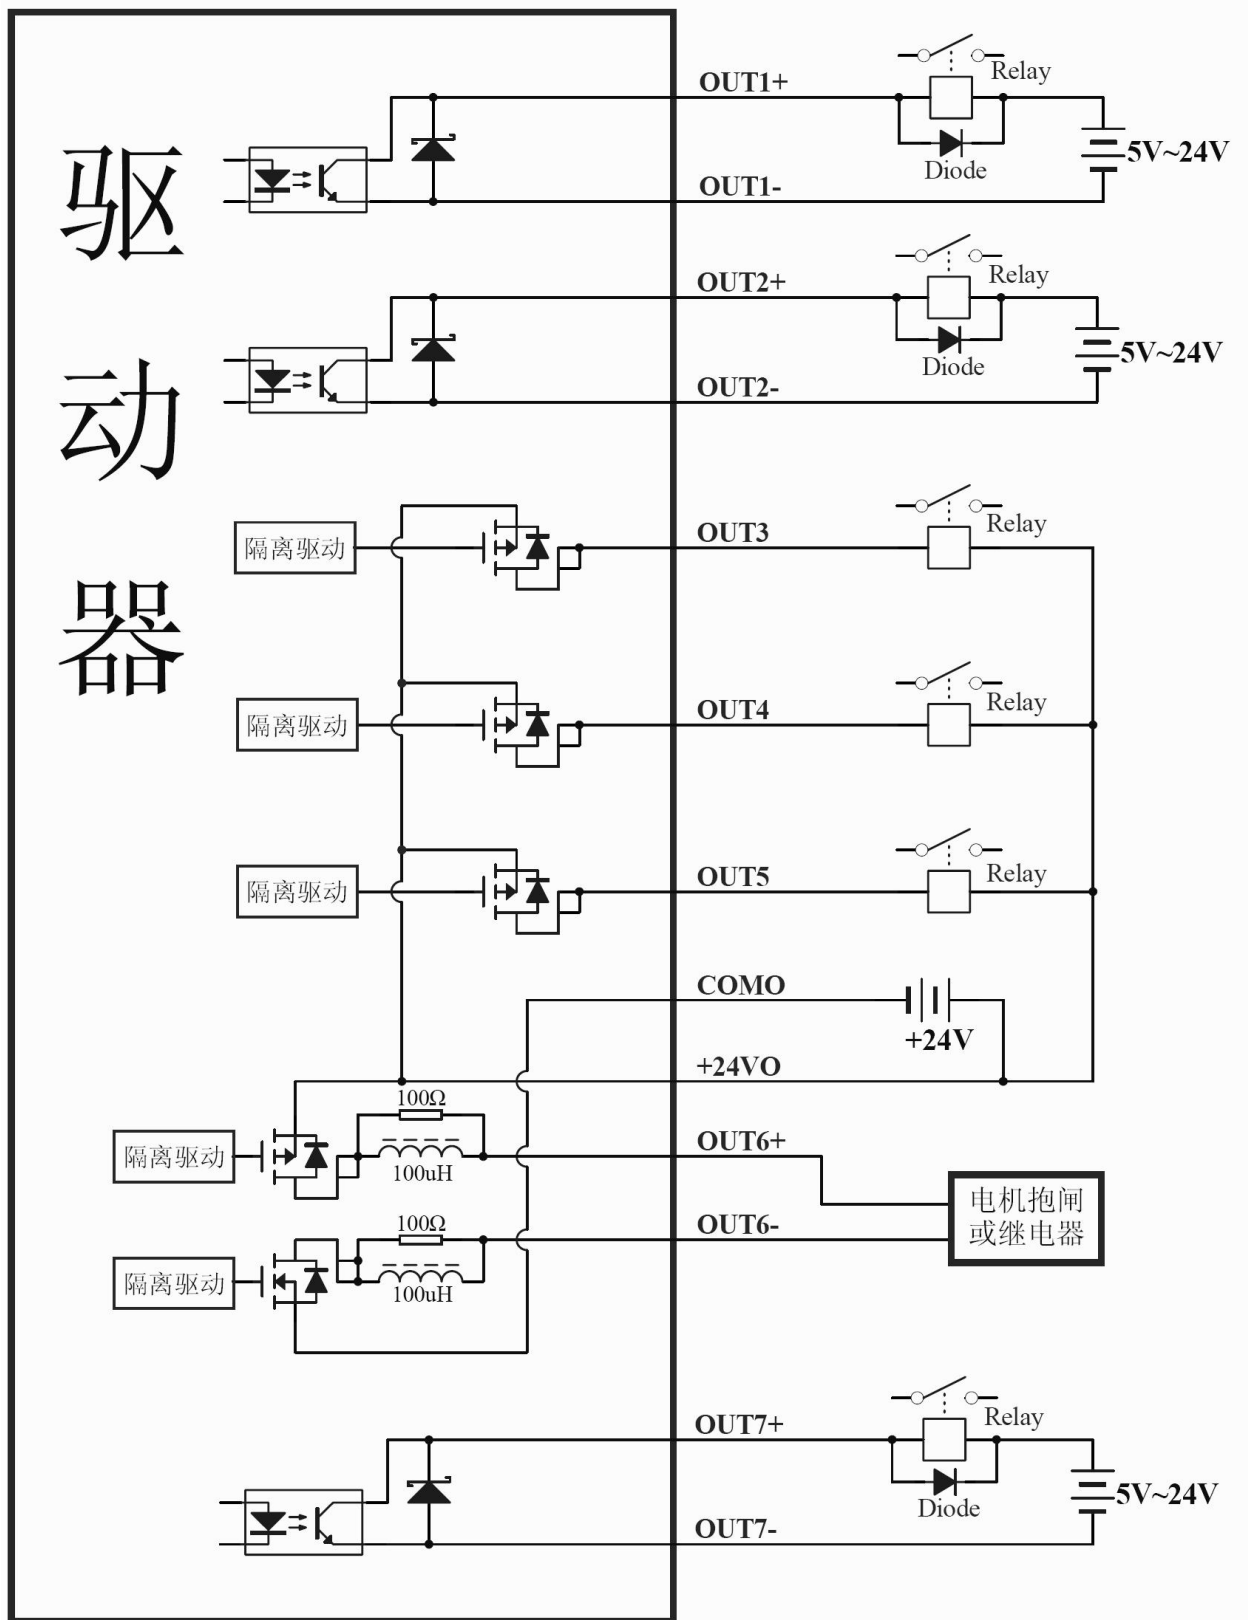

图 7-9 数字输出口接继电器图（注意反并联二极管）
4. 数字输出口接继电器，注意必须按图 7-9 反并联一个二极管。